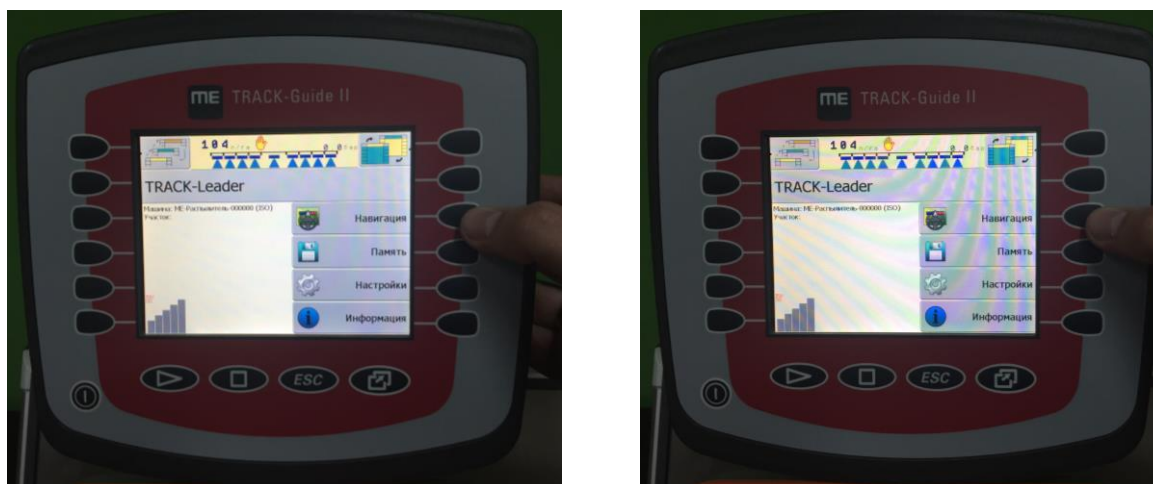

Рисунок 13.10 – Переход к режиму **Навигация**
1. На терминале Track-Guide II перейти к режиму **TRACK-Leader – Навигация** (рисунок 13.10).